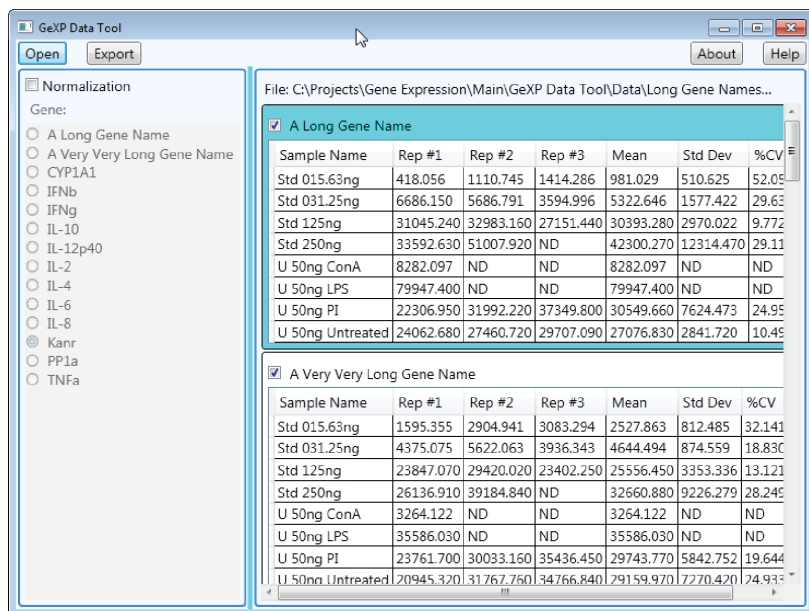

图 7.26 禁用校准基因
**重要提示** 通过取消选中“Normalization”（校准）旁边的复选框，可以禁用校准。请参见图 7.26。